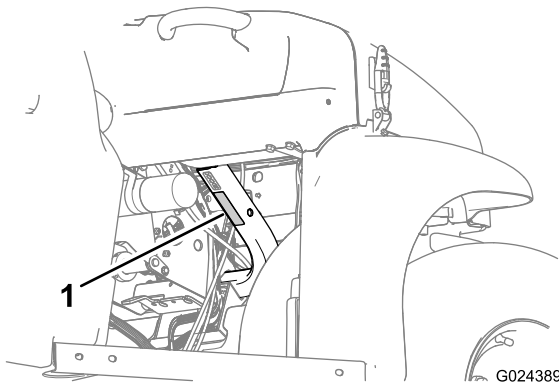

Figura 22
- Observe la capacidad de carga de la máquina y limite el peso de la carga transportada en la caja de carga, según se describe en Especificaciones \(página 18\) y en la etiqueta de peso bruto del vehículo de la máquina (Figura 22).